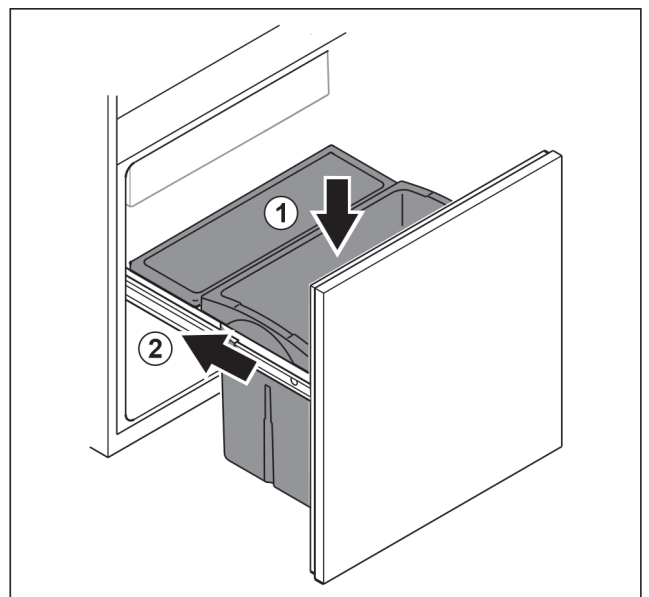

Fig. 88
- ▶ Inserire il cassetto dall'alto. Fig. 88 (1)
- ▶ Inserire il carrello spingendolo. Fig. 88 (2)